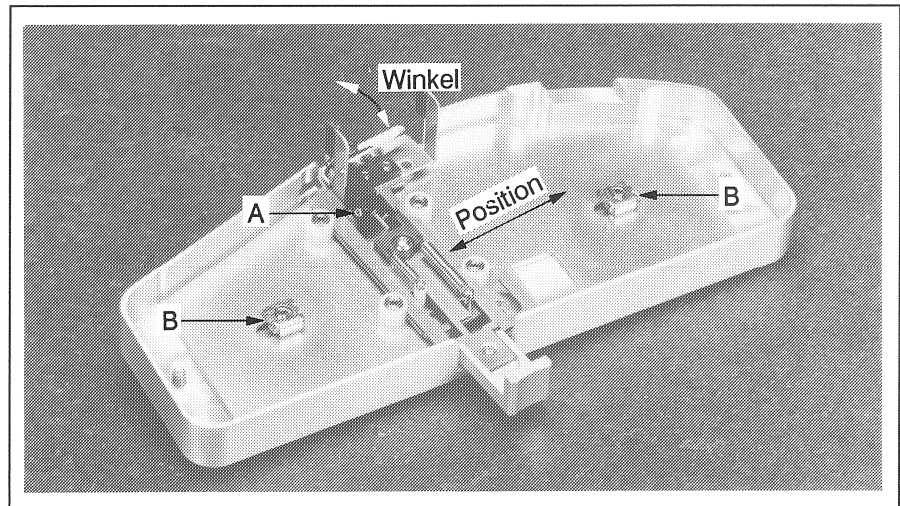

Fig. 3.4.52 Einstellung des Schnittwinkels der Vorkopfschere
- Die Schraube A (Fig. 3.4.52) lösen (Stiftschlüssel 1,5mm)